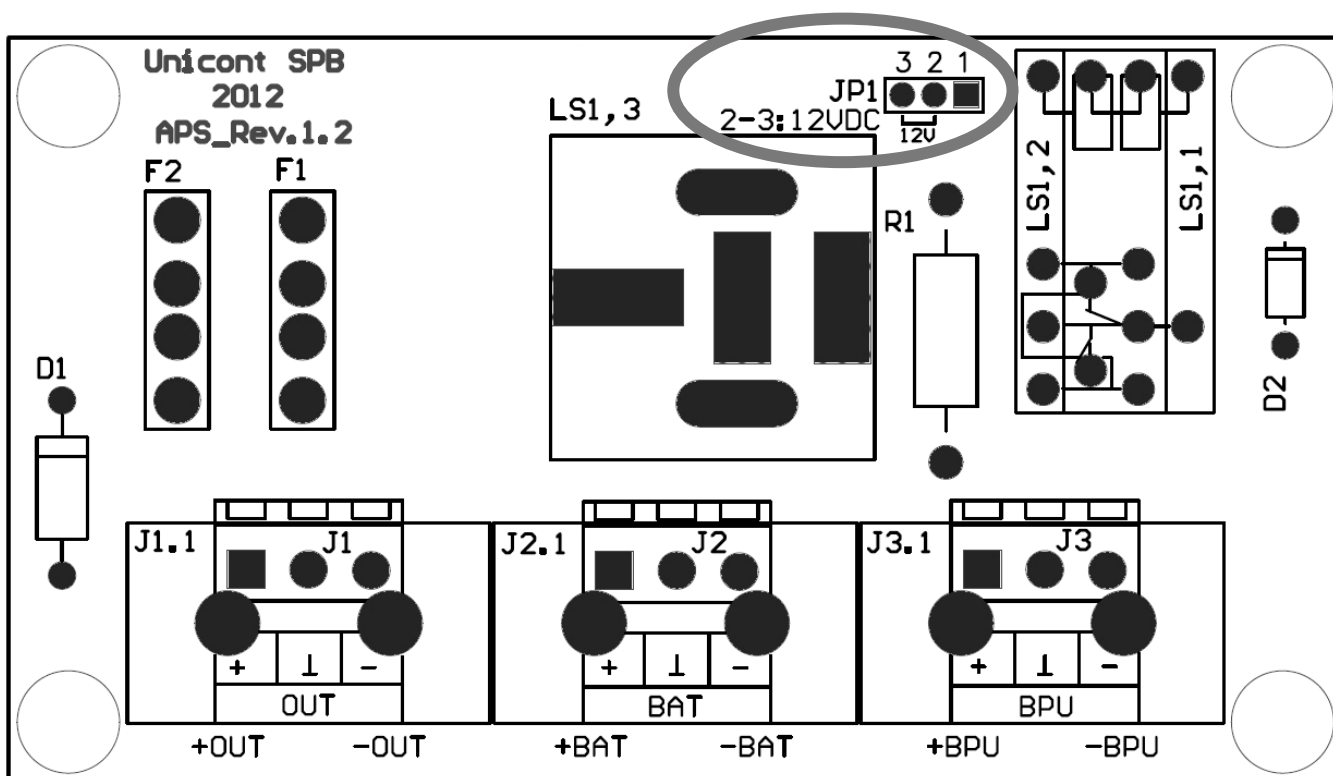

Рисунок 3 Схема подключения.
- джампер (перемычку) «JP1» из положения 1-2 установить в положение 2-3. (расположения джампера «JP1» смотрите на рисунке ниже (Рисунок 3)).